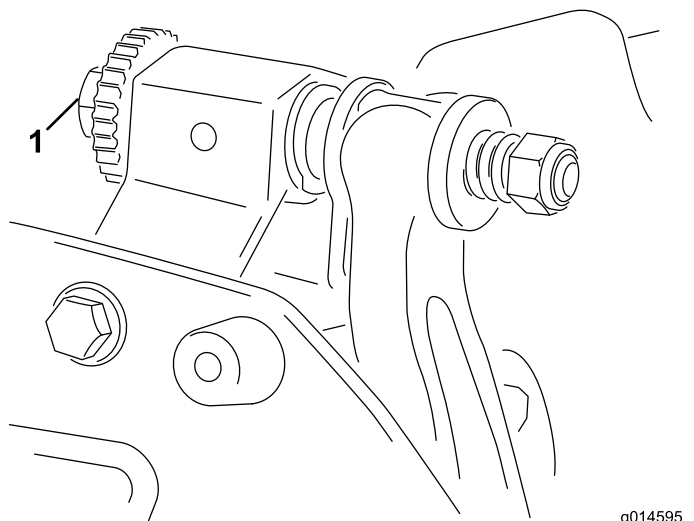

図 6
- A. ベッドバー調節ねじ **図 6** を1クリックずつ均等に締めながら、ごく軽い接触が得られるようにする。
6. シムを左右に滑らせながら右側のベッドバー調整ねじ 図 6 を回して、シムに軽い圧迫シムが挟まれる感じを感じる程度に調整する。シムを抜き取る。